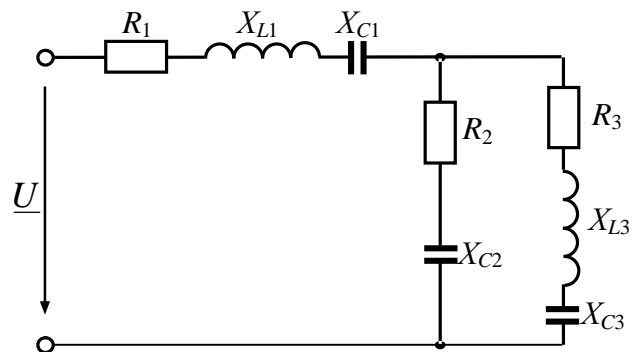

Рис. 3.27
**3.142.** Для електричного кола змінного струму (рис. 3.27) визначити струми і побудувати векторну діаграму струмів і напруги, якщо напруга джерела живлення 52 В, активні й реактивні опори:  $R_1 = R_2 = R_3 = X_{L1} = X_{L2} = X_{C1} = X_{C2} = X_{C3} = 1 \text{ Ом}$ . Задачу розв'язати методом комплексних чисел.